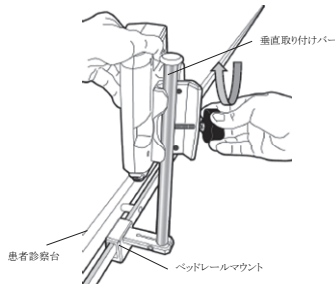

図 1: FFR Link 取付け図(例)
- (1) 可動ポールを使用する場合
- ① 可動ポールを組み立てて AC アダプタ、電源ケーブル (タブレット PC 用) を取り付ける。ポールを完全に伸ばしたときに、電源ケーブルに張力がかからないようブラケットの位置を調整する。
- ② ドッキングステーションをポールに固定し、AC アダプタのコネクタを電源入力端子に接続する。
- (2) 可動ポールを使用しない場合
- ① ドッキングステーション(デスクトップ用)を設置し、AC アダプタのコネクタを電源入力端子に接続する。
- ③ タブレット PC をドッキングステーションに設置する。
- ④ FFR Link を設置する(図 1 参照)
- ⑤ 必要に応じて Pa 出力ケーブル及び Pb 出力ケーブルを用いて FFR Link と血行動態モニタ*を接続する。
- ⑥ IBP トランスデューサケーブル*を IBP 入力アダプタケーブルに接続し、IBP 入力アダプタケーブルを FFR Link に接続する。
- ⑦ 専用の圧センサ付きガイドワイヤ*を FFR Link に接続する。
- ⑧ 電源ケーブル (FFR Link 用) を FFR Link に接続する。